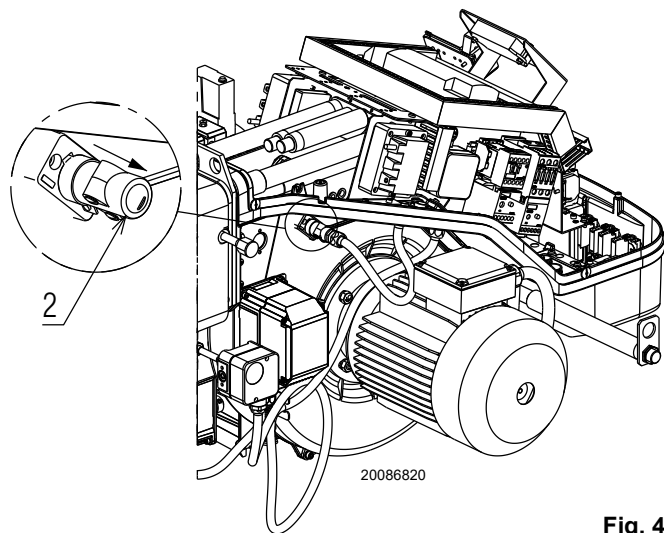

Fig. 48
- extract the UV sensor 2)(Fig. 48);